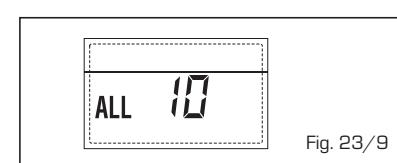

Fig. 23/9
- **INTERVENÇÃO SONDA FUMOS "ALL 13" (fig. 23/10)**